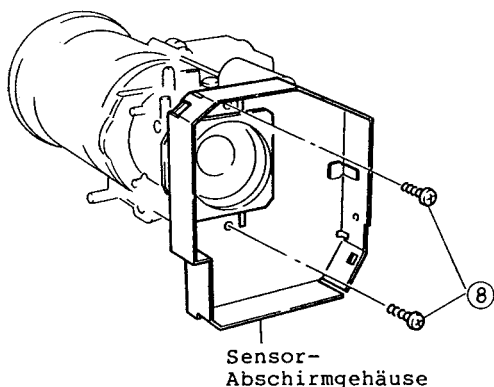

Abb. 2-102
8. Zwei (2) Befestigungsschrauben Des Sensor-Abschirmgehäuses entfernen (siehe Abb. 2-102).